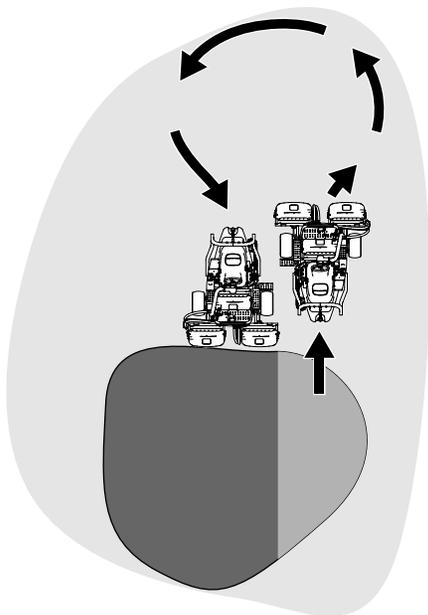

Figura 21
- Para ganar tiempo y facilitar la alineación correcta para la pasada siguiente, gire la máquina momentáneamente en la dirección opuesta, y luego gire hacia la parte que todavía no está cortada. Este movimiento es un giro en forma de lágrima (Figura 21), que permite alinear la máquina rápidamente para la pasada siguiente.